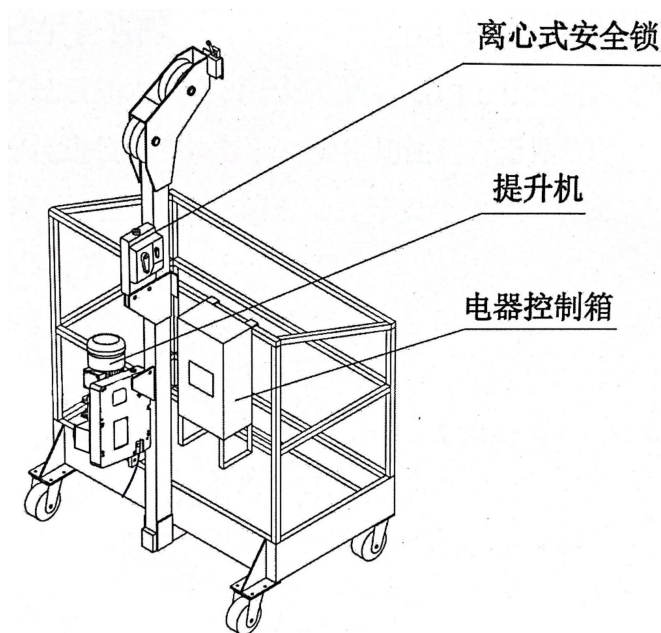

图 22: 单吊点吊篮平台
- 5.6.6 单吊点吊篮的安装：在施工面建筑物上方安装悬挂装置并定位，后支架放置配重后固定，将工作钢丝绳和安全钢丝绳放下；提升机和安全锁固定在平台的指定位置，上限位开关和极限开关分别固定在吊臂上方，且限位开关必须安装在上方，工作钢丝绳和安全钢丝绳分别穿过吊臂上的绳轮后插入提升机和安全锁；安全钢丝绳绳端固定重锤。（如图 22）